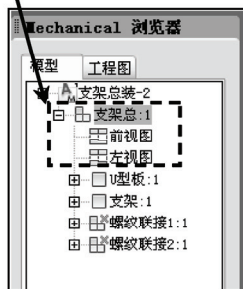

图 7-43 创建无图部件
5) 为“前视图”和“左视图”创建“无图部件”, 零部件名称为“支架总”, 如图 7-43 所示。